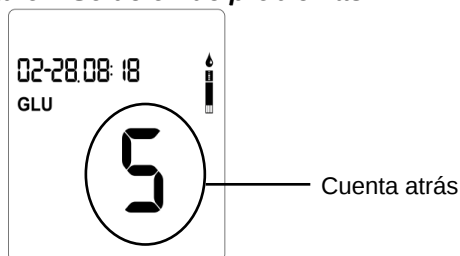
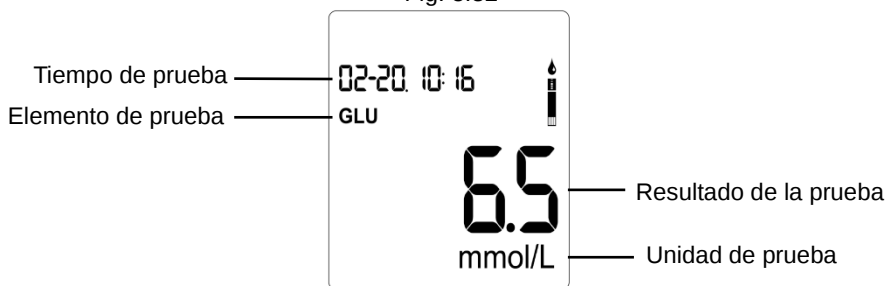

Fig. 5.32
Fig. 5.33
- 4) Después de que se hayan absorbido suficientes muestras, El medidor realizará una cuenta regresiva (Ref Fig. 5.32), después de la cuenta regresiva, el valor de glucosa en sangre se mostrará en la pantalla (Ref Fig. 5.33) junto con la unidad, la fecha y la hora de la prueba. Los resultados de glucosa en sangre se almacenan automáticamente en la memoria. Si aparece un mensaje de error en la pantalla, consulte el **Capítulo 7 Solución de problemas**.